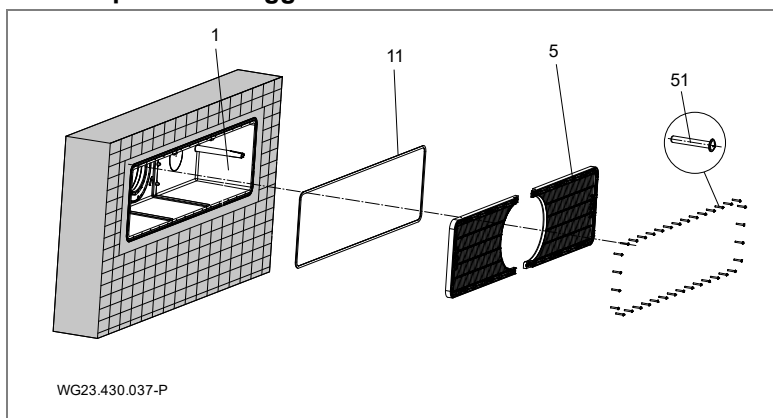

Fig. 8
Per l'impermeabilizzazione della parete in calcestruzzo, si consiglia di creare un anello circonferenziale di resina epossidica/sabbia di quarzo sulla parete esterna dell'alloggiamento (1) sul lato della vasca. Vedere "Fig. 8" a pagina 26.
1. Profondità di montaggio: Il centro del corpo da murare (1) deve trovarsi a 35 cm sotto il livello dell'acqua.
3. Bloccare i listelli di supporto (17) tra le due sovrapposizioni del lato interno dell'alloggiamento.
4. Premere manualmente la guarnizione in gomma spugna (11) senza esercitare trazione lungo la scanalatura dell'alloggiamento (1). Fissare con una goccia di colla istantanea sul lato inferiore.
5. Inserire la guarnizione a sezione circolare (16) nella scanalatura dell'alloggiamento.
6. Allineare il corpo da murare (1) con la marcatura "OBEN/UP/HAUT" (IN ALTO) e fissare sulla cassaforma con le viti autofilettanti (51).